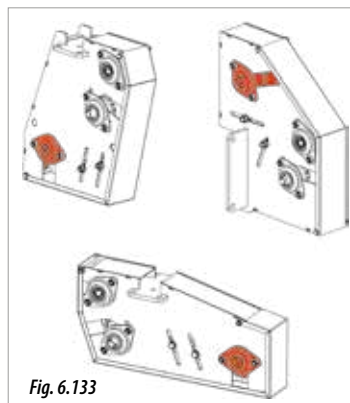
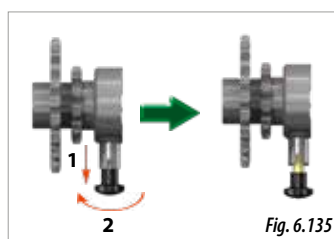
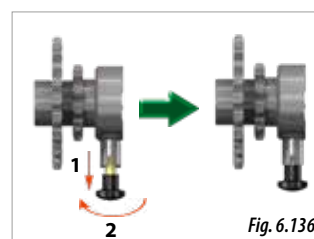

Fig. 6.133
Fig. 6.135
Fig. 6.136
Pentru a deconecta transmisia buncărelor de microgranulate, trebuie să acționați asupra cutiei de transmisie a buncărelor de microgranulate. (a se vedea alineatul 3.1 PREZENTAREA GENERALĂ A UTILAJULUI). Există trei tipuri de cutii de viteze, toate având ambreiaj pe unul dintre axuri (pe roșu, Fig. 6.133).
- 3- Pe axul de transmisie unde se află ambreiajul (Fig. 6.133), trageți de siguranță și rotiți-o la 90° pentru a o bloca în poziția de transmisie liberă (Fig. 6.135).
- 3- Pe axul de transmisie unde se află ambreiajul (Fig. 6.133), trageți de siguranță și rotiți-o la 90° pentru a o bloca în poziția de transmisie liberă (Fig. 6.136).